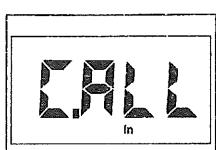

図 3-1
- C. ALL (図 3-1) と表示されたならば、メモリは空です。
- C. ALL (図 3-1) が表示中に、▲キーまたは▼キーを押して、ファイル数（最低 1 個）を設定します。（n. 001 は 1 個、n. 002 は 2 個になります。）